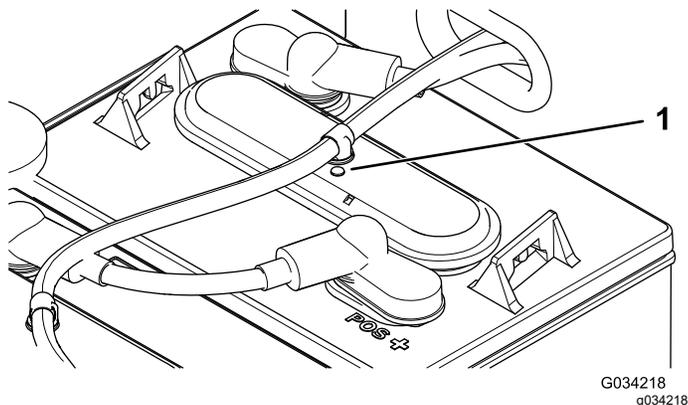

Рисунок 39
3. Проверьте смотровые отверстия на каждом аккумуляторе, чтобы определить их цвет (черный или белый) (Рисунок 39).